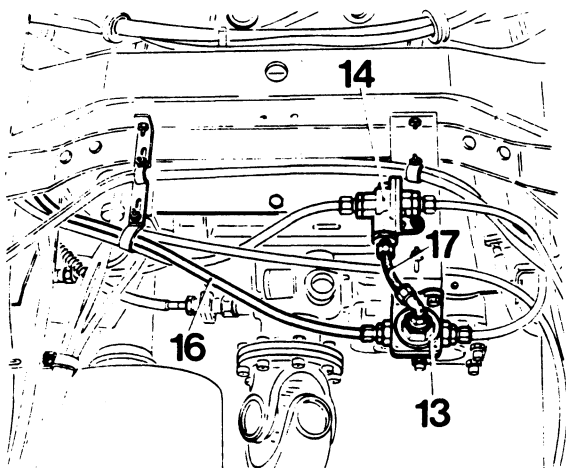

Fig. 18
- Monteer tweewegklep 13 op de chassisdwarsligger (Fig. 18).
Breng een luchtleiding 17 aan tussen de snellosklep 14 en de tweewegklep 13 (Fig. 18).